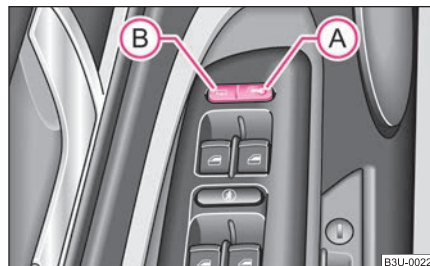

Fig. 23 Parte interna della porta lato guida: tasti per chiusura centralizzata
- Premere il tasto (A) ⇒ fig. 23.
- Premere il tasto **(B)** ⇒ pag. 36, fig. 23. Se si è attivata per il portellone bagagliaio la modalità di bloccaggio permanente, premendo il tasto **(B)** il portellone non si sblocca ⇒ pag. 38.
Se la vettura è stata bloccata con l'interruttore della chiusura centralizzata **(A)** ⇒ pag. 36, fig. 23, vale quanto segue: